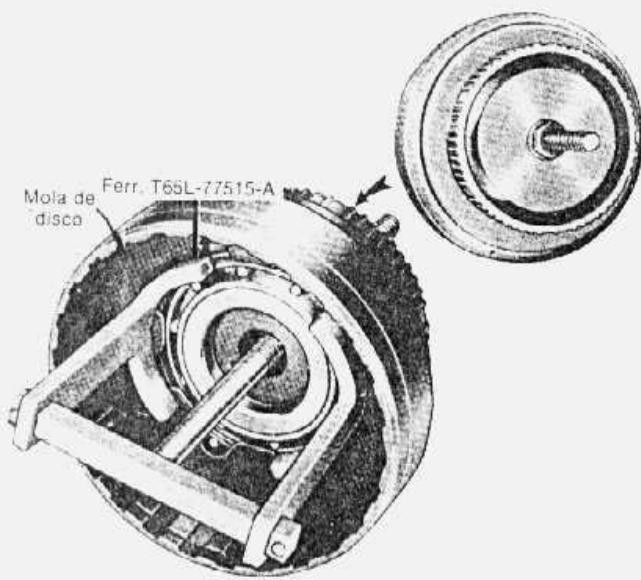

fig. 80 — remoção da mola de disco
3. Remover o anel de trava da mola de disco (fig. 80).